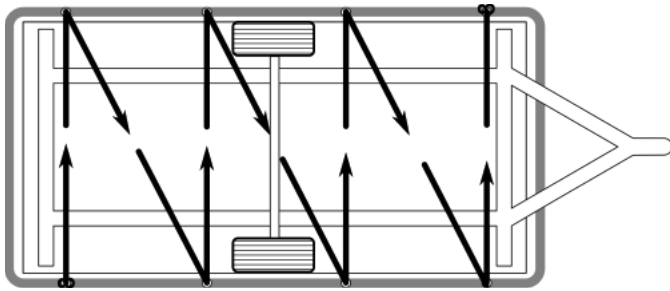

Bild 2: Befestigung mit der Spannleine
- Am Saum der Seitenteile befinden sich angenähte Ösen. Knoten Sie ein Ende der Spannleine an der hintersten linken Öse fest. Das lose Ende der Spannleine ziehen Sie, wie auf Bild 2 dargestellt, durch die anderen Ösen der Schutzhülle.